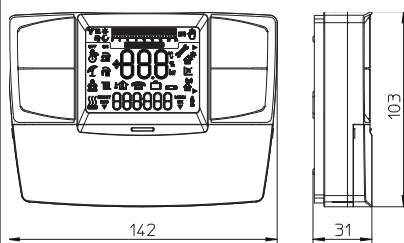
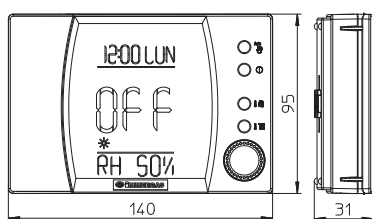

Fig. 1-4
Fig. 1-5
- Thermostat programmable numérique On/Off (Fig. 1-4). Le thermostat programmable permet de:
- 2 type de commandes à distance sont disponibles: Commande Amie à Amico^{V2} (CAR^{V2}) (Fig. 1-4) et Super Commande Amico à Distance (Super CAR) (Fig. 1-5), les deux avec fonctionnement climatiques. Les thermostats programmables permettent à l'utilisateur, en plus des fonctions illustrées au point précédent, d'avoir sous contrôle et surtout à portée de main, toutes les informations importantes relatives au fonctionnement de l'appareil et de l'installation thermique avec la possibilité d'intervenir facilement sur les paramètres configurés précédemment, sans la nécessité de se déplacer à l'endroit où est installé l'appareil. Le